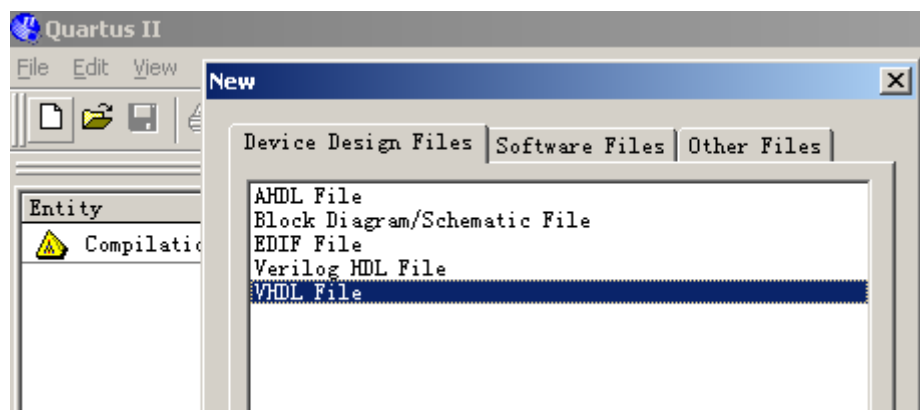
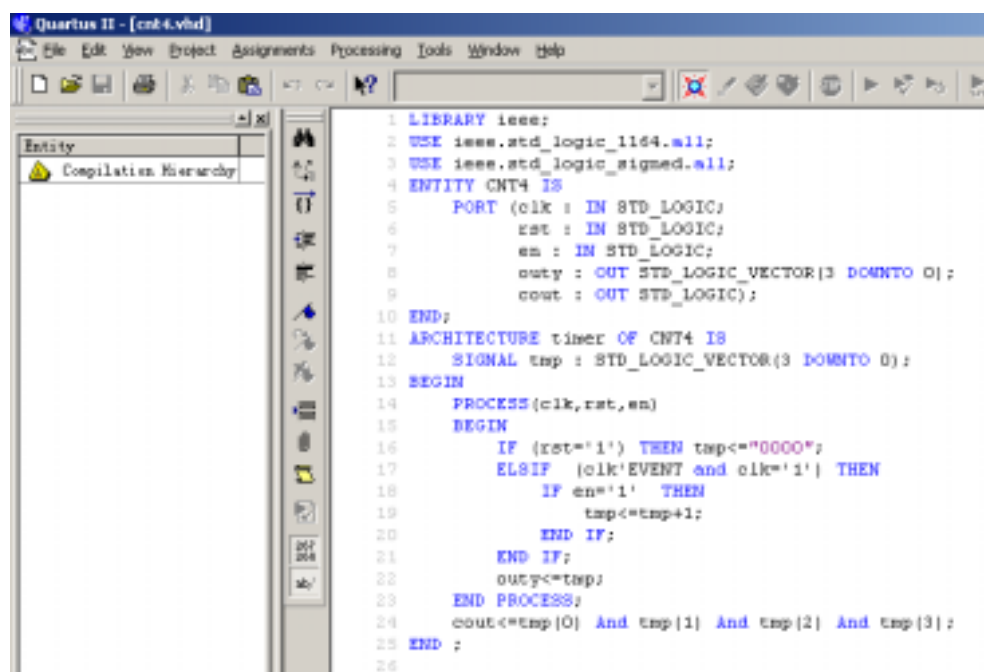

图 2-1 选择编辑文件的语言类型
图 2-2 编辑输入设计文件
- （2）输入源程序。打开 QuartusII，选择菜单“File”“New”，在 New 窗口中的“Device Design Files”中选择编辑文件的语言类型，这里选择“VHDL File”（如图 2-1 所示）。然后在 VHDL 文本编辑窗口中输入如图 2-2 所示 4 位二进制计数器的 VHDL 程序。